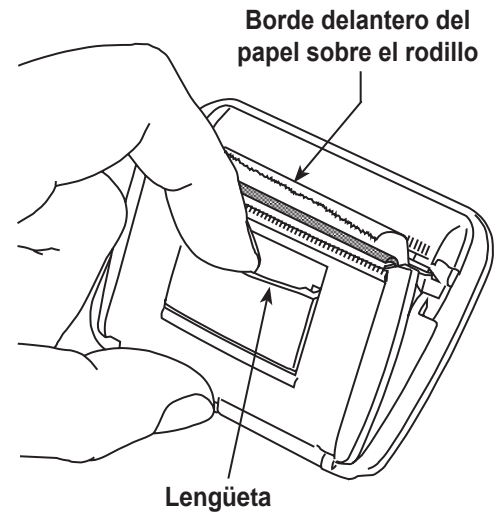

Figura 14
1. Para retirar la tapa de la impresora, tire de la lengüeta como se muestra en Figura 14.
8. Coloque la impresora en el espacio reservado del panel de control. Presione la cara de la impresora hasta que quede al ras con el panel, orientada con la salida de papel en la parte superior de la impresora, como se muestra en Figura 14.